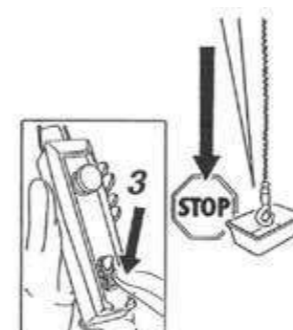

fig.135
1. Predisporre sotto il gancio la bacinella di raccolta. (fig.135)
2. Premere il pulsante "3" di discesa del gancio fino all'intervento di arresto sul fincorsa di discesa. (fig.135)